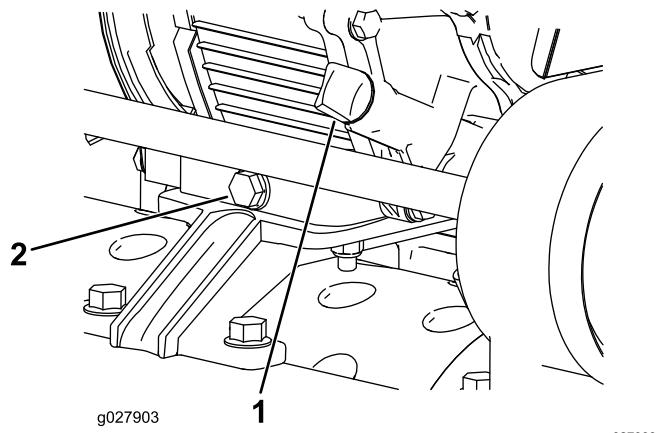

Figure 29
- Garez la machine sur une surface plane et horizontale et nettoyez la surface autour de la jauge d'huile (Figure 29).
2. Placez un bac de vidange sous le bouchon de vidange à l'arrière de la machine (Figure 29). Desserrez le bouchon de vidange.